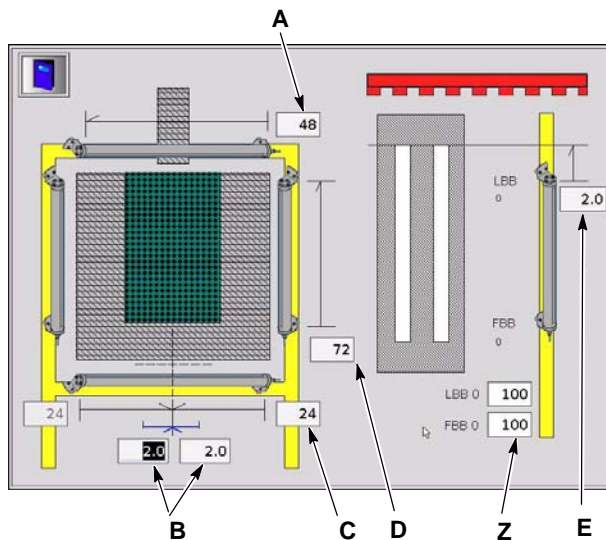

Abb. 3-25 Einzelnen Scanner aktivieren und einrichten
2. Siehe Abbildung 3-25 oder 3-26. Die Länge des vertikalen Scanners eingeben und das Menü schließen.
Siehe Abbildung 3-25. Das Paar Sender-Empfänger ist über dem Fördersystem und unter den Produkten montiert, wobei die kableseitigen Enden so ausgerichtet sind, wie im Konfigurationsmenü gezeigt.